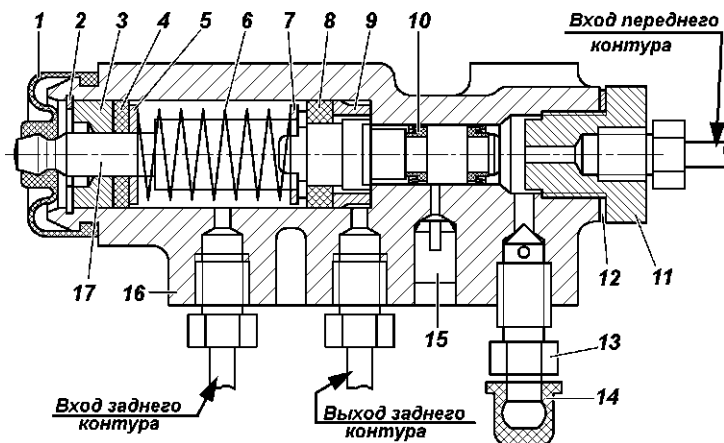

Рис. 9.23. Регулятор давления:
При нажатии на педаль тормоза поршень 17 (рис. 9.23) регулятора давления должен выдвинуться из корпуса на 1,7 - 2,3 мм. Отсутствие хода поршня, а также его
3. Заверните болт 3 до соприкосновения его с хвостовиком поршня 17 (см. рис. 9.23) регулятора.